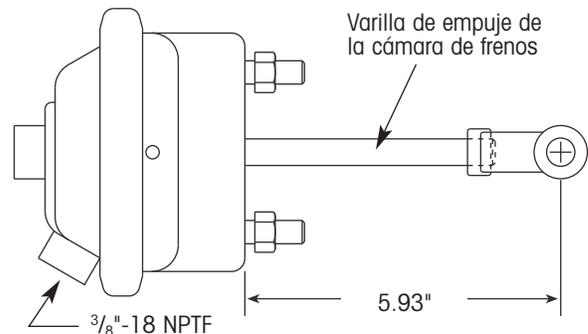

Figura 81. Longitud libre de la cámara de frenos
14. Mida la varilla de empuje de la cámara de frenos. Si es necesario, gire la horquilla para obtener una longitud libre de 5.93 pulgadas (figura 81).